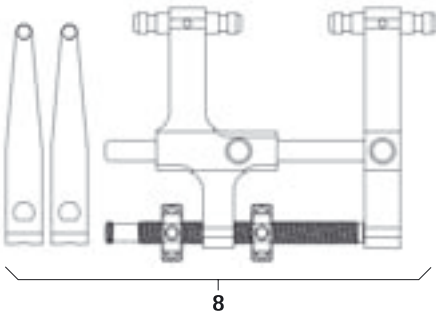

Fig. 14
- Montage du distracteur 8 avec les lames de distraction, voir Fig. 14.